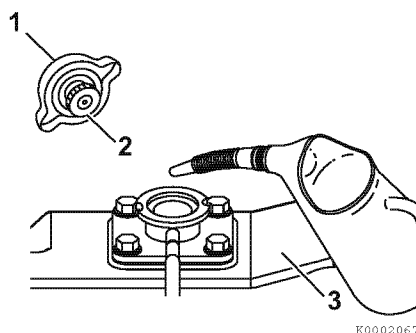

Figura 8
2. Rimuovere il tappo per il rifornimento (1, **Figura 8**) sullo scambiatore di calore (3, **Figura 8**) ruotando il tappo in senso antiorario per 1/3 di giro.
3. Versare lentamente la miscela refrigerante nello scambiatore di calore (3, **Figura 8**) per evitare la formazione di bolle d'aria. Versare fino a che il liquido fuoriesca dal bocchettone di rifornimento.
4. Al termine del rifornimento dello scambiatore di calore, rimettere il tappo e serrare saldamente (1, **Figura 8**). In questo modo si eviterà la perdita di liquido. Per rimettere il tappo in posizione allineare le linguette (2, **Figura 8**) della parte inferiore del tappo con gli intagli sul bocchettone e ruotare in senso orario di 1/3 di giro.